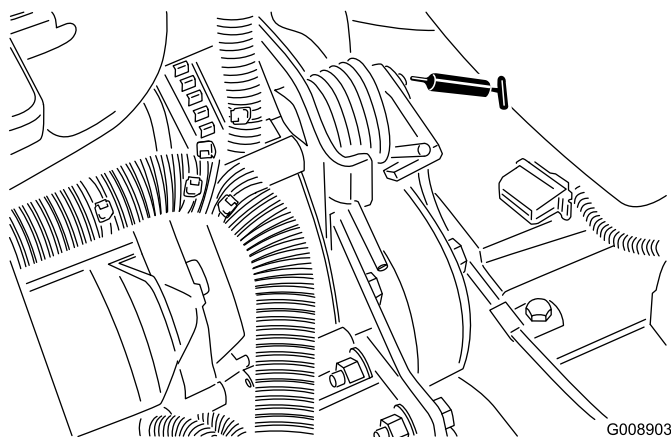

Figura 40
- Perno di tensionamento della cinghia (Figura 40)